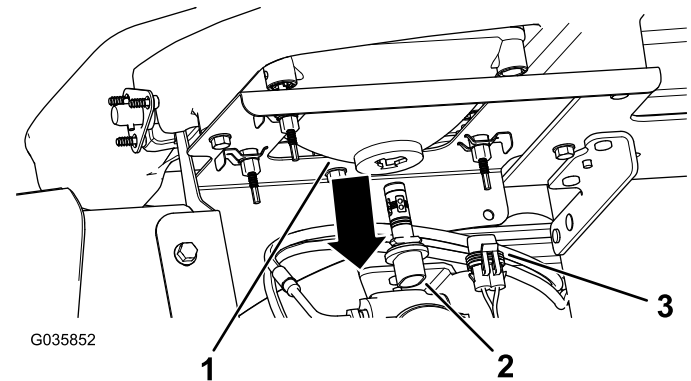

Figura 52
3. Desconecte el conector eléctrico del arnés de cables del conector de la lámpara, en la parte trasera de la carcasa del faro (Figura 52).
4. Retire el conjunto de la lámpara girándola ¼ de vuelta en sentido antihorario y desplazándola hacia atrás (Figura 52).
5. Instale el conjunto de lámpara nueva y la carcasa del faro y alinee las pestañas del conjunto de la lámpara con las ranuras de la carcasa del faro (Figura 52).
6. Sujete el conjunto de la lámpara girándola $\frac{1}{4}$ de vuelta en sentido antihorario (Figura 52).
7. Conecte el conector eléctrico del arnés de cables al conector del conjunto de la lámpara nueva (Figura 52).